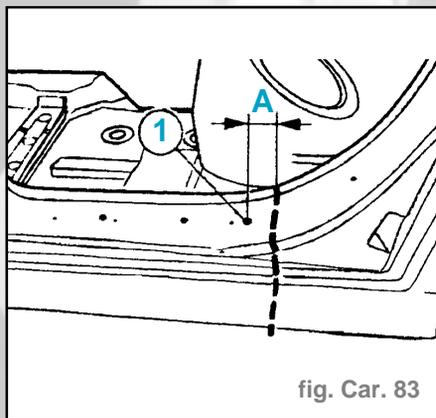

fig. Car. 83
- Déterminer et tracer la ligne de coupe sur la doublure de bas de caisse et exécuter la coupe (fig Car. 83).
- Cote (**A**) = **50 mm** en partant du dernier orifice de  $\varnothing 12 \text{ mm}$  (1) de la doublure de bas de caisse.